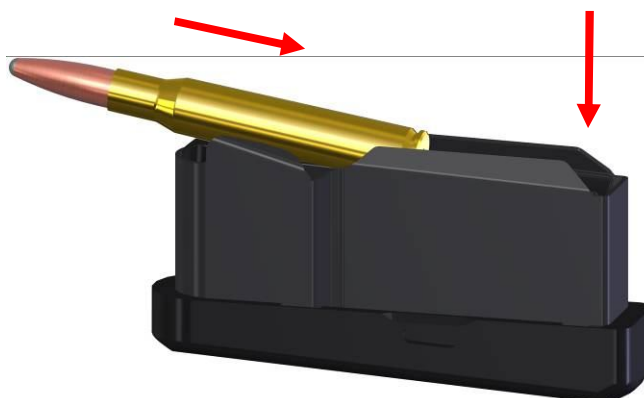

Рисунок 15
- Рекомендуется сзади слегка надавить вниз на подаватель и вставлять патроны спереди под загибы (рис. 15)